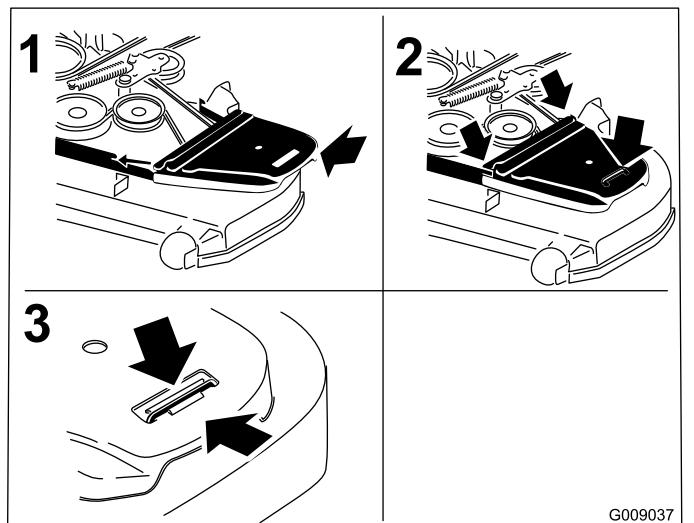

Figura 91
10. Instale las cubiertas de la correa (Figura 91).